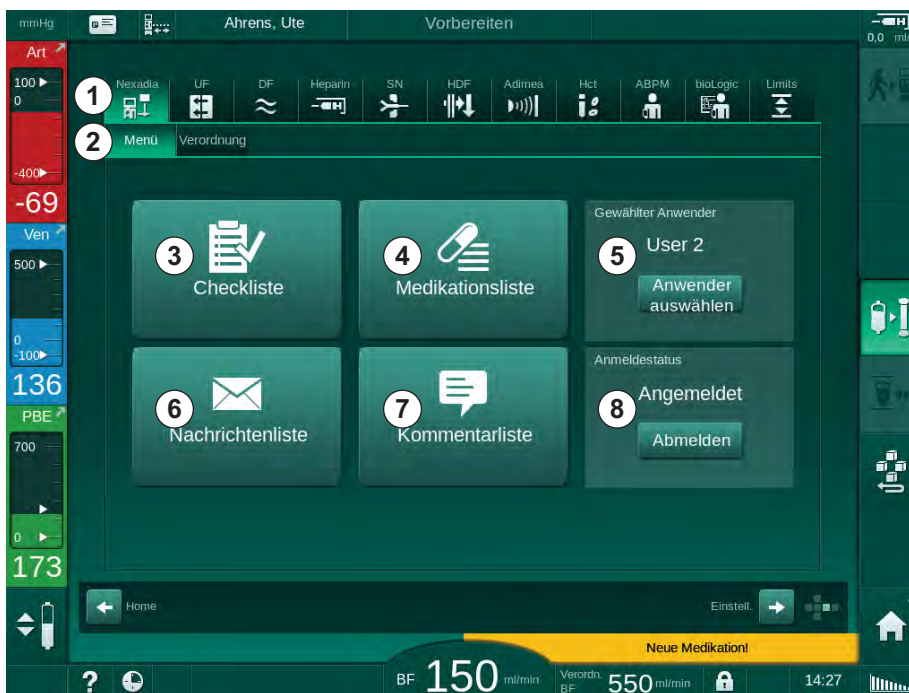

Abb. 11-34 Nexadia-Menü auf dem *Eingabe*-Bildschirm
Wird Nexadia eingesetzt, kann das Gerät Informationen (z. B. Nachrichten, Kommentare und Listen) zwischen Gerät und Datenserver senden und/oder empfangen. Die Auswahl des Anwenders ist ebenfalls möglich. Diese Funktionen werden auf dem Nexadia-Bildschirm gehandhabt. Dieser Bildschirm wird durch Berühren des Icons *Nexadia* (Abb. 11-34, ①) und der Schaltfläche *Menü* ② auf dem *Eingabe*-Bildschirm geöffnet.
1. Icon *Anwenderauswahl* im Nexadia-Menü (Abb. 11-34 Nexadia-Menü auf dem Eingabe-Bildschirm (307), ⑤) berühren.
1. Icon *Kommentarliste* im Nexadia-Menü (Abb. 11-34 Nexadia-Menü auf dem Eingabe-Bildschirm (307), ⑦) berühren.
1. Icon *Checkliste* im Nexadia-Menü (Abb. 11-34 Nexadia-Menü auf dem Eingabe-Bildschirm (307), ③) berühren.
1. Icon *Medikationsliste* im Nexadia-Menü (Abb. 11-34 Nexadia-Menü auf dem Eingabe-Bildschirm (307), ④) berühren.
1. Icon *Nachrichtenliste* im Nexadia-Menü (Abb. 11-34 Nexadia-Menü auf dem Eingabe-Bildschirm (307), ⑥) berühren.